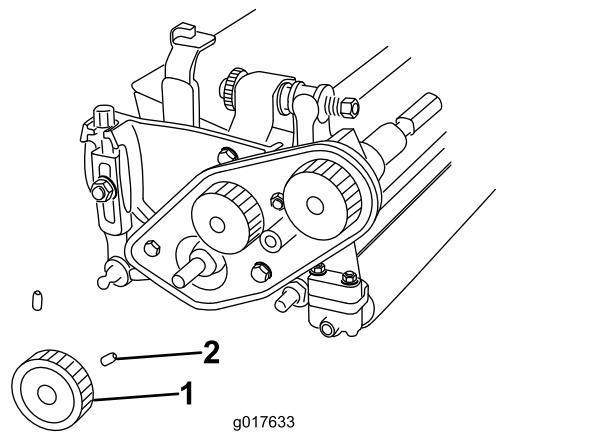

Figura 4
9. Allentate le 2 viti a pressione che fissano la puleggia inferiore e rimuovete la puleggia dall'albero del cilindro (Figura 4).
23. Installate la puleggia inferiore sull'albero di trasmissione del cilindro, fissando con le 2 viti a pressione sulla chiave dell'albero (Figura 4).